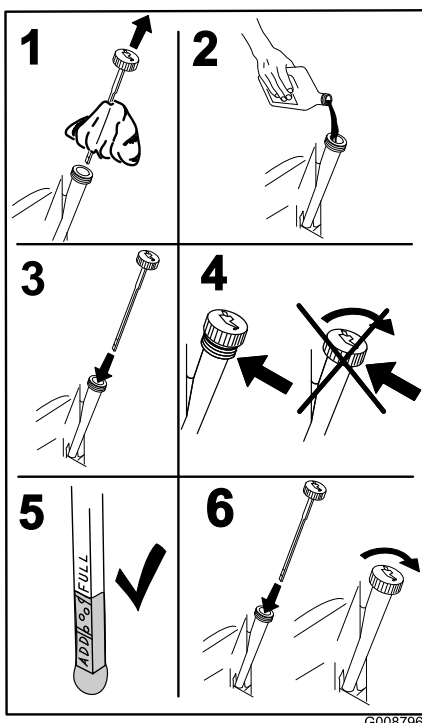

Figure 47
4. Versez lentement environ 80 % de l'huile spécifiée dans le tube de remplissage, puis faites l'appoint lentement jusqu'à ce que le niveau atteigne le repère maximal (**Full**) (Figure 47).